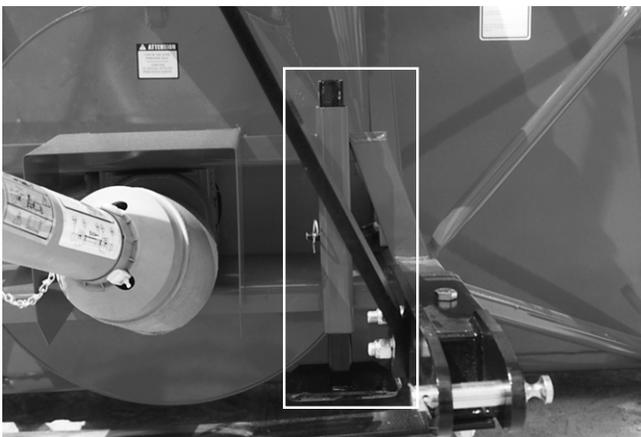

Figure 28
- 6) Après avoir installé la souffleuse sur le tracteur, relever la béquille de soutien (Fig. 28).